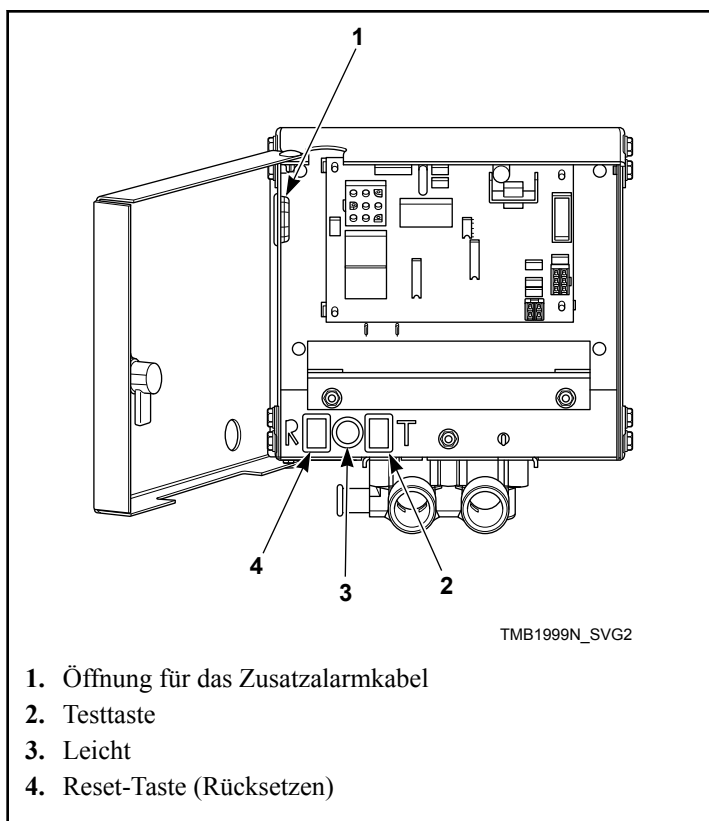
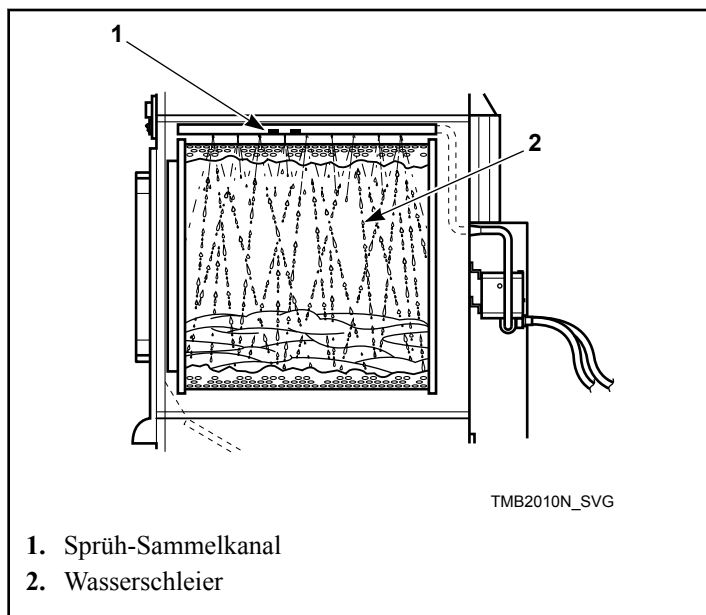

Abbildung 67
Abbildung 68
6. Die Testtaste drücken und gedrückt halten und prüfen, ob das Licht an ist. Dies sollte circa fünf Sekunden dauern. Siehe *Abbildung 67*. Nach einer einsekündigen Pause sollte Wasser in die Trommel sprühen.
7. Nach 15 Sekunden langem Wassereinlass die Reset-Taste drücken und gedrückt halten, bis der Wasserschleier versiegt und das Licht ausgeht. Dies sollte etwa eine Sekunde dauern. Siehe *Abbildung 67* und *Abbildung 68*.